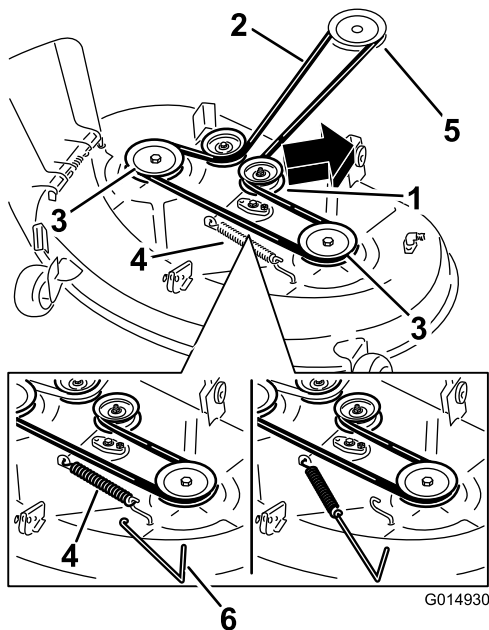
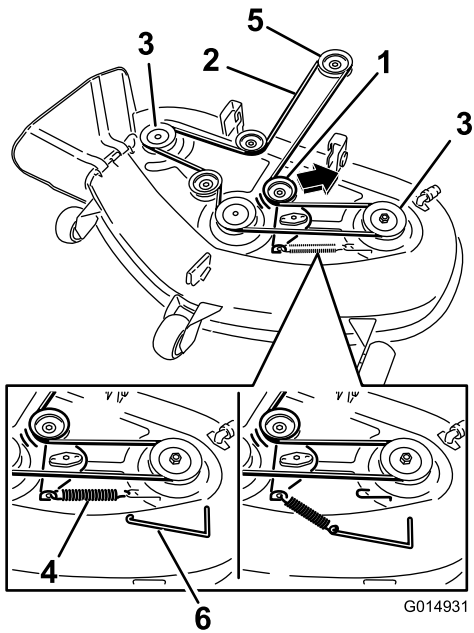

Figura 59
Figura 60
6. Usando una herramienta para la retirada de muelles (Pieza Toro N° 92-5771), retire el muelle tensor del gancho de la carcasa para eliminar la tensión de la polea tensora, y retire la correa de las poleas (Figura 59 y Figura 60).
8. Usando una herramienta para la retirada de muelles, instale el muelle tensor sobre el gancho de la carcasa y tense la polea tensora y la correa del cortacésped (Figura 59 y Figura 60).
7. Pase la correa nueva alrededor de las poleas del motor y del cortacésped (Figura 60).